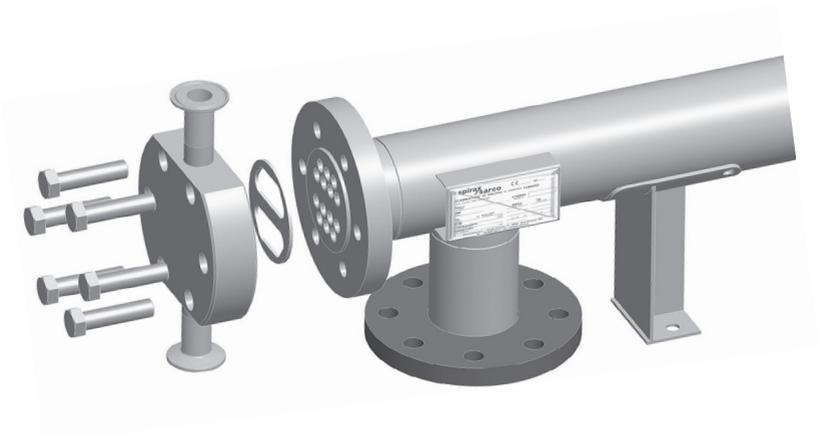

Fig. 11
**5.3** Cuando el intercambiador de calor haya alcanzado las temperaturas de trabajo, vuelva a apretar los tornillos de todas las juntas para evitar que presenten fugas y fallos. El apriete debe hacerse de forma uniforme y escalonada, como se ilustra en la Fig. 11, y de acuerdo con el apartado 6.8 "Atornillado".